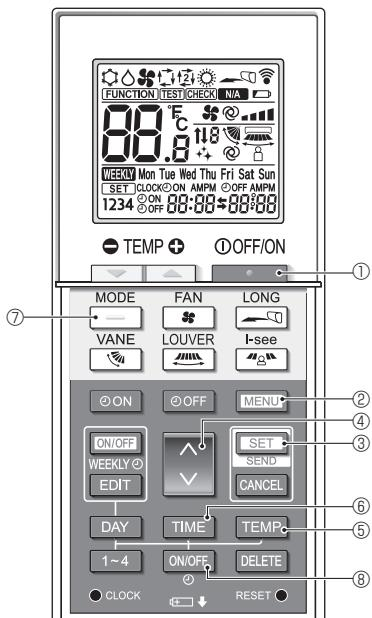

Fig. 5-14
Отобразится экран настройки Function (Настройка функций) и будет мигать числовое значение функции Ⓐ. (Fig. 5-14)
- Номер функции Ⓐ начнет мигать. (Fig. 5-14)
- Нажмите кнопку ②.